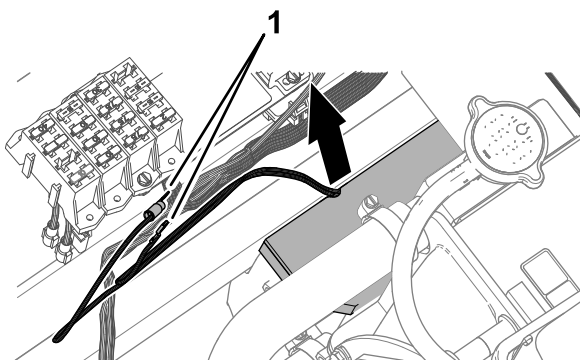

Figura 18
3. Tirate il cablaggio preassemblato del kit verso il portafusibili, come mostrato nella Figura 18.